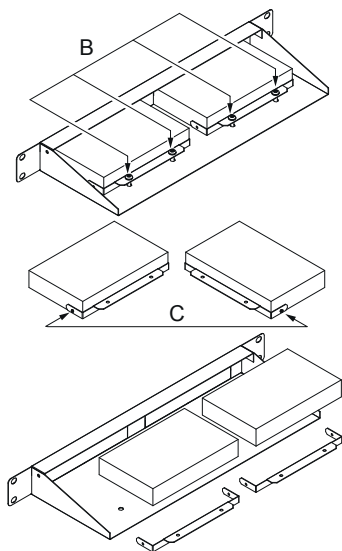

Fig. 7.13 - Posizione viti staffe switch
- Svitare le 2x viti M4 (B, Fig. 7.13) che ancorano la staffa al modulo e successivamente le 2x viti M3 che fissano i lati dello switch alla propria staffa (C, Fig. 7.13).
- Installare il nuovo switch alla propria staffa (C, Fig. 7.13) con le 2x viti M3, fissarlo al modulo con le 2x viti M4 (B, Fig. 7.13).